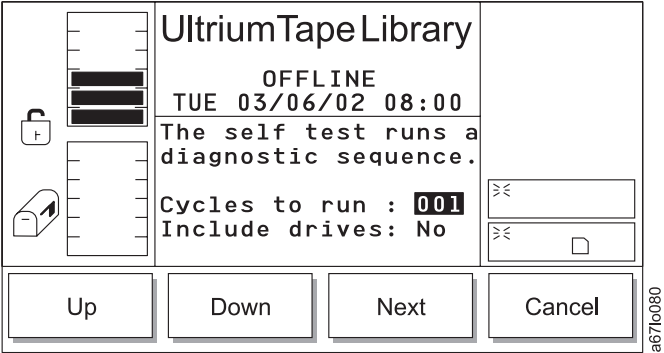

Abbildung 184. Selbsttestdialog
- Wird **Self Test** ausgewählt, erscheint der Selbsttestdialog (siehe Abb. 184 auf Seite 198).
Tabelle 133. Übersetzung von Abb. 184, Selbsttestdialog
- Wird **Next** ausgewählt, wird das nächste Feld in der Liste zum aktiven Feld. Ist das Ende der Feldliste erreicht, wird wieder das erste Feld in der Liste zum aktiven Feld (siehe Abb. 184 auf Seite 198).